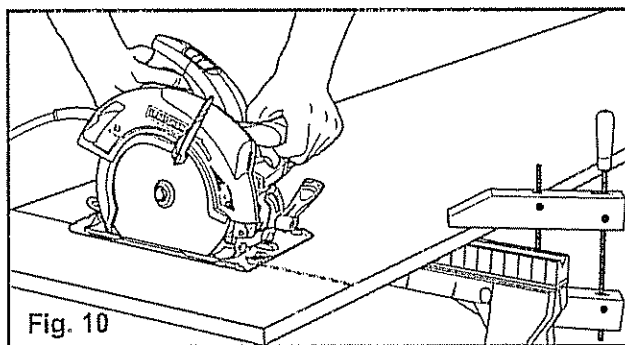

Fig. 10
COMENZAR A CORTAR (Fig. 10)
1. **SIEMPRE** use su sierra con las manos posicionadas de manera correcta, con una mano operando el interruptor gatillo y la otra sobre el mango delantero de asistencia (ver la Fig. 10).
6. Antes de comenzar a cortar, dibuje una línea guía a lo largo de la línea de corte deseada, luego coloque el borde delantero de la base de la hoja sobre esa parte de la pieza de trabajo que esté sólidamente soportada (ver la Fig. 10).